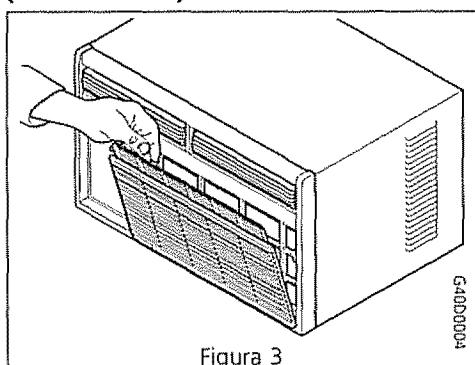

Figura 3
- Cuando el filtro o la lengüeta del filtro es visible en la parte delantera del acondicionador de aire, sujeté el filtro ubicado detrás del panel delantero y tire. O, tire suavemente la parte superior del panel delantero hacia usted, sacándolo del gabinete. Tire el filtro hacia arriba y hacia afuera sujetándolo de las lengüetas situadas en el marco del filtro (Figura 3).